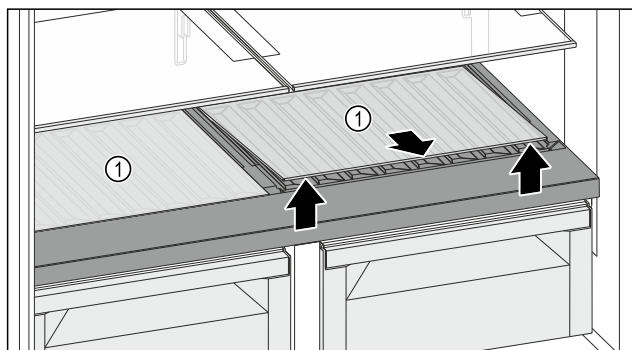

Fig. 122
- Скористайтесь пазом спереду, щоб підняти складну полицю або обидві складні полиці Fig. 122 (1) і вийняти їх.
- Безпечно зберігайте складну(-і) полицю(-і) Fig. 122 (1) за межами пристрою.